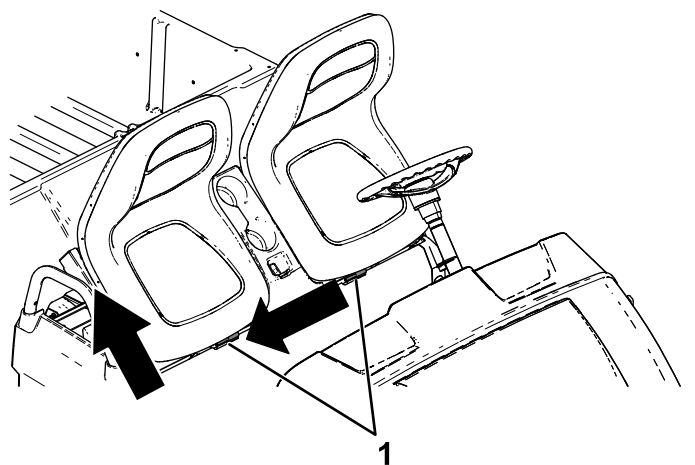

Figura 27
2. Deslize o conjunto do banco para o lado, afastando dos pinos, e levante o conjunto do banco para cima (Figura 27).